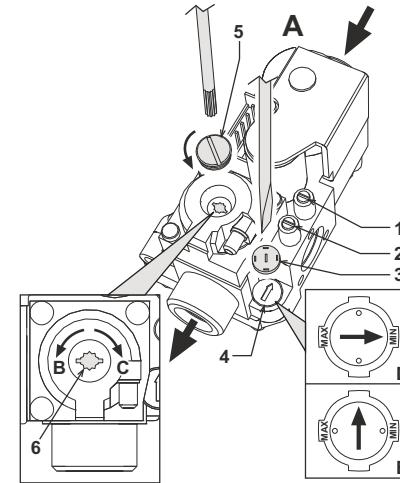

fig. 17 - Regolazione della pressione
Sulle caldaie PEGASUS D è possibile regolare la portata termica del focolare e di conseguenza la potenza termica resa all'acqua di riscaldamento, agendo unicamente sulla regolazione del bruciatore principale, attraverso la valvola gas, (vedi fig. 17). I diagrammi di riportati al paragrafo cap. 5.2 indicano la variazione della potenza termica resa all'acqua al variare della pressione di funzionamento del bruciatore. Poter adeguare la potenza della caldaia alle effettive esigenze di riscaldamento, significa soprattutto ridurre le dispersioni e quindi risparmiare combustibile. Inoltre, con la variazione di potenza, regolamentata anche dalla normativa, le caldaie mantengono pressoché inalterati i valori di rendimento e le caratteristiche di combustione.
- Con un piccolo cacciavite togliere il cappuccio di protezione 5 dell'operatore secondario della valvola a gas di fig. 17.
- Collegare un manometro alla presa di pressione 2 (fig. 17) posta a valle della valvola gas, ruotare la manopola del termostato caldaia sul valore massimo.
- Regolare la pressione a mezzo della vite 6 (fig. 17) al valore desiderato, avvalendosi dei diagrammi riportati al paragrafo cap. 5.2.
- Togliere dalla valvola gas il piccolo cappuccio di protezione 3 (fig. 17). Con un piccolo cacciavite regolare lo "STEP" d'accensione per il gas desiderato (**G20-G25** posizione **D** fig. 17 oppure **G30-G31** posizione **E** fig. 17); rimettere quindi il cappuccio.
- Sfiatare l'aria presente nelle tubazioni del gas per mezzo della presa di pressione 1 della valvola gas (fig. 17).